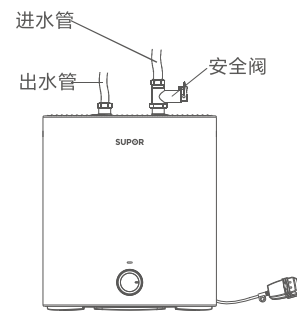
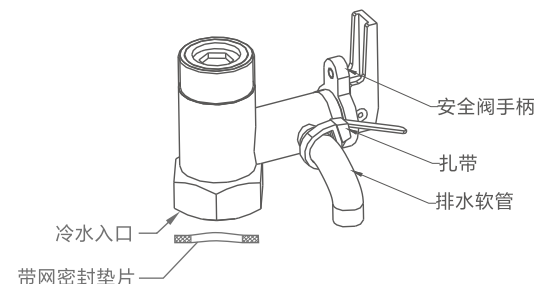

图6
图7
- (1) 附件中的安全阀(出厂原装标识0.8MPa)应安装在进水口接头上(如图6)，安全阀的泄压孔必须安装我司配备的排水软管、并用扎带固定，请确保密封性，其箭头指向与电热水器进水流动方向一致(如图7)，安全阀冷水入口处需安装带网密封垫片同时安装安全阀泄压口排水软管，应保持连续向下倾斜状态，并安装在无霜的环境中，再将其延伸到地漏处，保持与大气相通，妥善固定防止排出热水或蒸汽烫伤。安全阀可防止内胆压力超过额定压力0.1MPa，若内胆压力过高，则安全阀自动开启，从其泄压口向外排水以释放压力。
- (2) 连接电热水器的水管必须能耐压0.8MPa和耐温100℃以上，接头处缠绕密封胶带以保证密封。
- (3) 用水处应可通畅排水。
- (4) 正常使用情况下，应定期打开安全阀(如图7)手柄，以去掉碳酸钙沉积，方法是：将排泄手柄向上扳至水平位置(如手柄带有螺钉，即先使用螺丝刀拆下螺钉再进行此动作)，确认安全阀有没有堵塞(有无泄水)，如堵塞请与维修部联系。